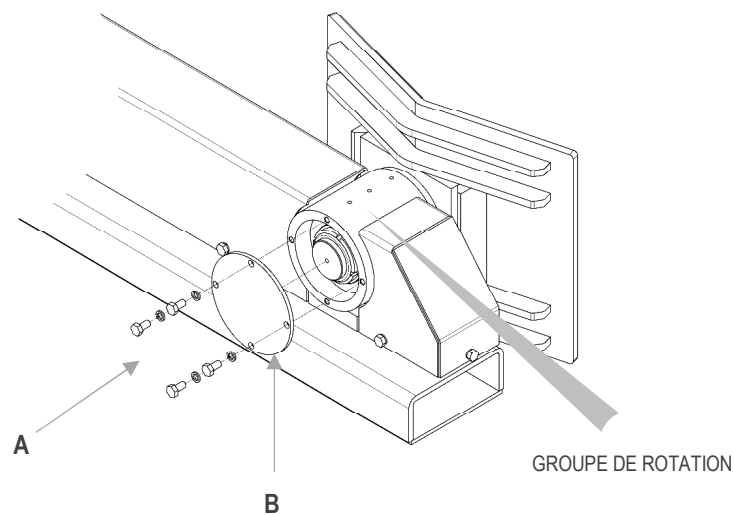

Figure 40
2. Dévisser les vis **A** du couvercle de fermeture **B** (groupe de rotation) présent sur le côté opposé du plateau (voir Figure 40)